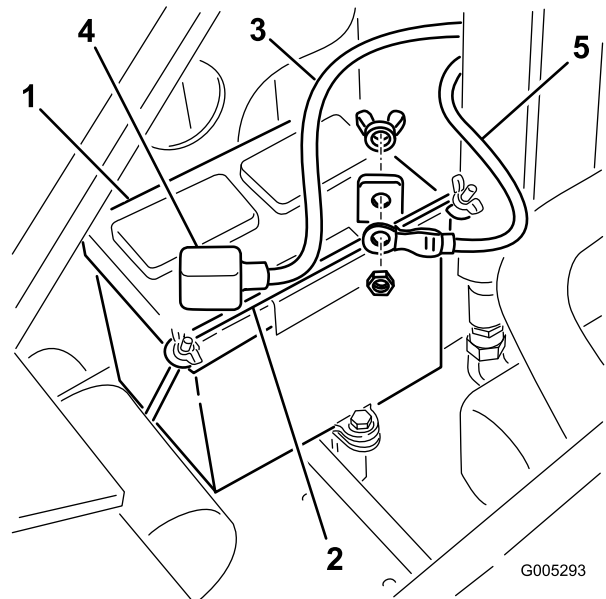

Figura 48
4. Retire las tuercas de orejeta y la barra que fijan la batería (Figura 48).
5. Desconecte el cable negativo de tierra (negro) del borne de la batería (Figura 48). Guarde las fijaciones.
7. Desconecte el cable positivo (rojo) del borne de la batería (Figura 48). Guarde las fijaciones.
1. Usando las fijaciones que retiró anteriormente, conecte el cable positivo (rojo) al borne positivo (+) de la batería (Figura 48).
3. Usando las fijaciones que retiró anteriormente, conecte el cable negativo (negro) al borne negativo (-) de la batería (Figura 48).
4. Fije la batería usando la barra y las tuercas de orejeta (Figura 48).